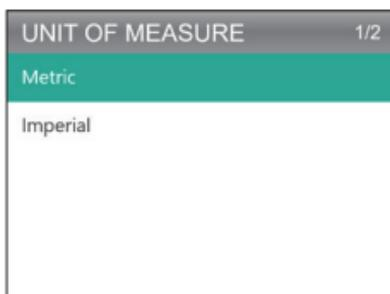

図 8.1.4
3. 測定単位を変更するには、測定単位を選択して [OK] を押します。インペリアルまたはメトリックを選択できます (図 8.1.4 を参照)。